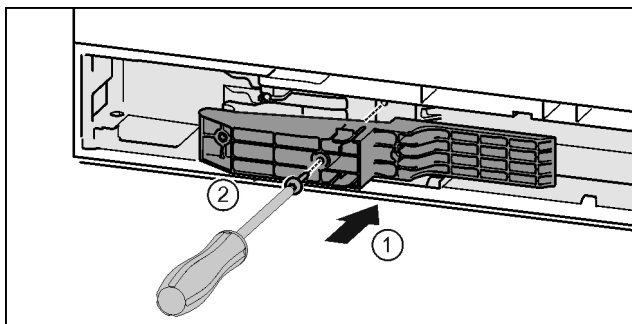

Fig. 36 *
- ▶ Adaptér na straně madla vložte do vybrání. Fig. 36 (1)*
- ▶ Šroubovákem T15 pevně utáhněte šrouby. Fig. 36 (2)*